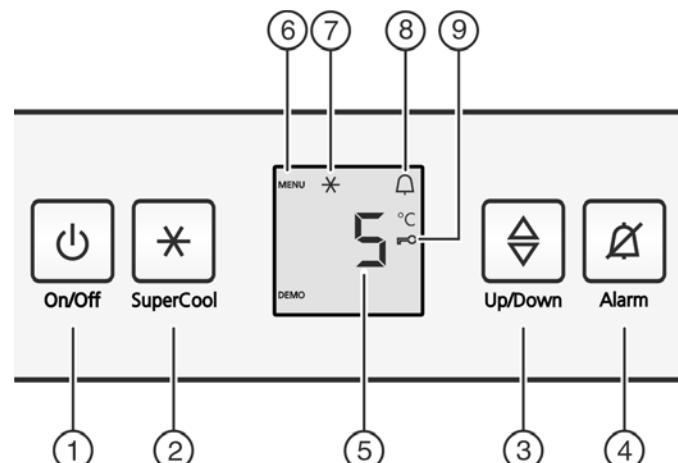

Fig. 2
- Нажать кнопку On/Off Fig. 2 (1).
- Нажмите кнопку «SuperCool» Fig. 2 (2) и удерживайте ее прим. 5 секунд.
- На индикаторе будет отображаться символ «Меню» Fig. 2 (6).
- Для подтверждения нажать и отпустить кнопку «SuperCool» Fig. 2 (2).
- На индикаторе горит символ «Защита от детей» Fig. 2 (9).
- Нажать и отпустить кнопку «On/Off» Fig. 2 (1).
- Нажмите кнопку Alarm Fig. 2 (4).
- Активация модуля регулировки температуры: нажмите кнопку настройки Fig. 2 (3).
- Температуру меняйте ступенями по 1 °C: нажимайте кнопку настройки Fig. 2 (3) до тех пор, пока на индикаторе температуры не будет высвеченa требуемая температура.